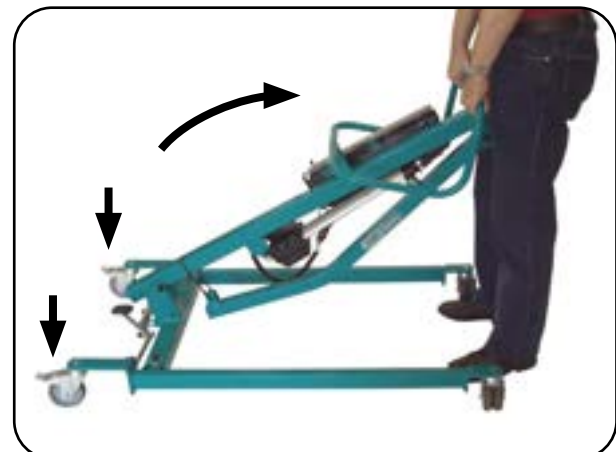

Abb.13.2.03 - Standmast zusammenklappen
1. Bremsen Sie die beiden hinteren Laufrollen an der Bedienerseite, durch Betätigung des Tritthebels (Abb. 13.2.03); siehe Kapitel Bedienung Abschnitt **Laufrollen**.
3. Schwenken Sie zuerst den Hubantrieb und anschließend den Hebearm zum Standmast. Fixieren Sie den Hubantrieb und den Hebearm mit Kabelbinder oder Klettband am Standmast (Abb. 13.2.03).
4. Entfernen Sie an der Standmastaufnahme die SL-Sicherung mit dem Bolzen und klappen Sie den Standmast langsam und kontrolliert nach vorne (Abb. 13.2.02 und Abb. 13.2.03).